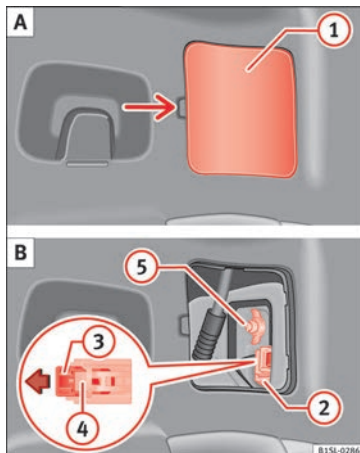

Abb. 88 Seitlich im Gepäckraum: A: Abdeckung abnehmen, B: Rückleuchten ausbauen.
2. Abdeckung **1** vorsichtig abhebeln **» Abb. 88 A**.
3. Verriegelung **3** am Anschlussstecker **2** in Pfeilrichtung ziehen **» Abb. 88 B**. Dazu den Schraubendreher aus dem Bordwerkzeug zur Hilfe nehmen.
4. Verrastung **4** drücken und den Stecker abziehen **2** **» Abb. 88 B**.
5. Flügelmutter abschrauben **5** **» Abb. 88 B**.
- Mit einer Hand die Rückleuchte an der Einbauposition halten und mit der anderen die Flügelmutter festdrehen ⑤ » **Abb. 88 B**.
- Anschlussstecker ② auf den Lampenhalter stecken und Verriegelung ③ entgegen der Pfeilrichtung in den Stecker drücken » **Abb. 88 B**.